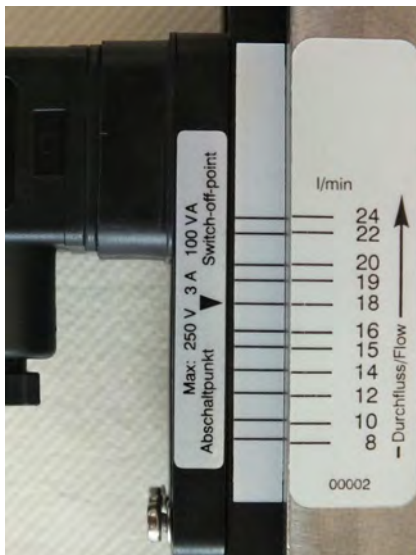

Abb. 35: Schaltwert ablesen (Beispiel-skala)
1. ➔ Darauf achten, dass der Einstellpfeil, der Skalenstrich des Zusatzeikettes (Führungsleiste) und der Skalenstrich der Körperskala in einer Flucht liegen (Abb. 35).